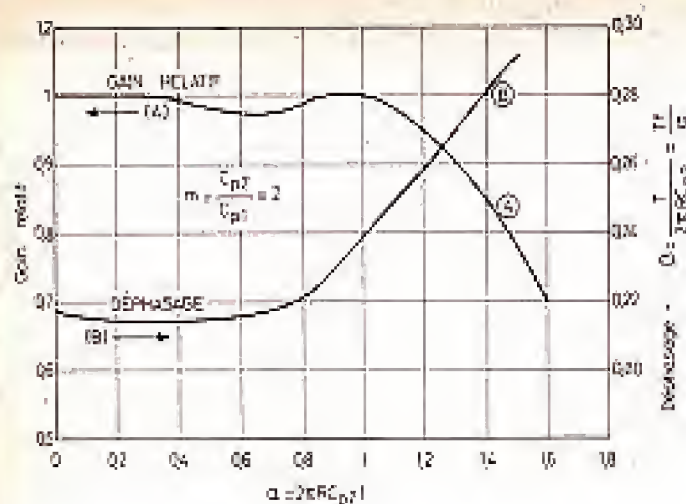

Fig. 9
Voici à la figure 9 la courbe de gain relatif et de déphasage pour  $m = 2$ , avec  $a = 1$ .
En premier lieu, on sait qu'elle aura exactement la même forme que la courbe générale (A) de la figure 9. A la place du gain relatif, on devra inscrire en ordonnées, le gain réel. Mesurons-le à  $f = 100$  Hz, donc dans le médium. Supposons que l'on trouve un gain de 10 fois. Il en résulte que les ordonnées seront 6, 7, 8, 9, 10, 11, 12, au lieu de 0,6 0,7... 1, 2.
Dans le cas de la figure 9 le déphasage se déduira de: